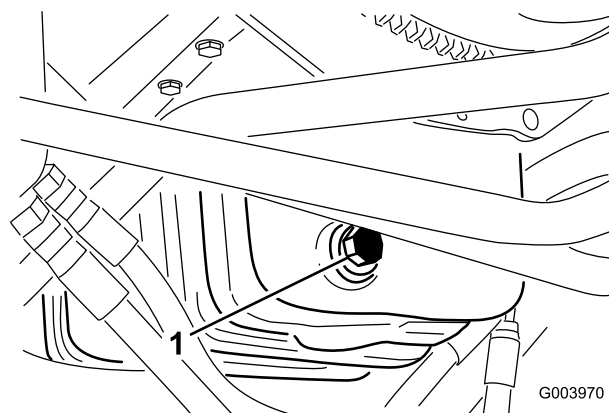

Figura 53
1. Retire el tapón de vaciado (Figura 53) y deje fluir el aceite a un recipiente apropiado.